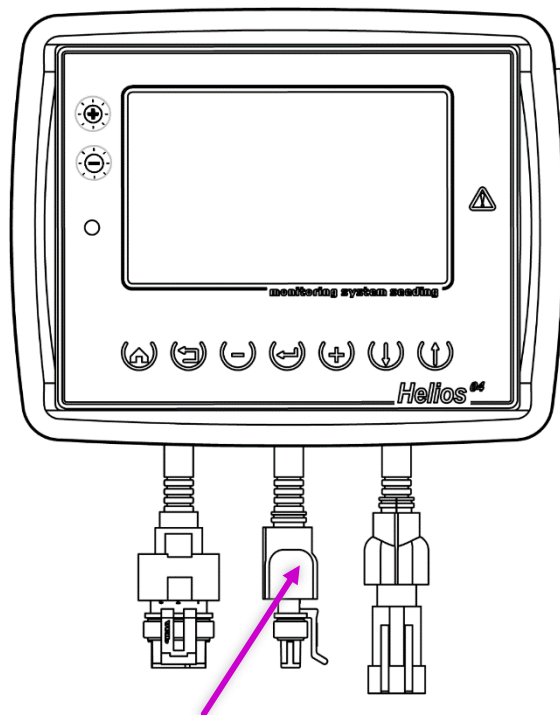

РИСУНОК 29 КАБЕЛЬНЫЙ ВВОД ЖГУТА СВЯЗИ
1. Отключите все датчики высева от кабельного ввода жгута связи на панели оператора (четырёхконтактный разъем, см. «Рисунок 29»).
2. Датчик, которому нужно установить новый программный адрес, подключите к кабельному вводу жгута связи на панели оператора (см. «Рисунок 29»).